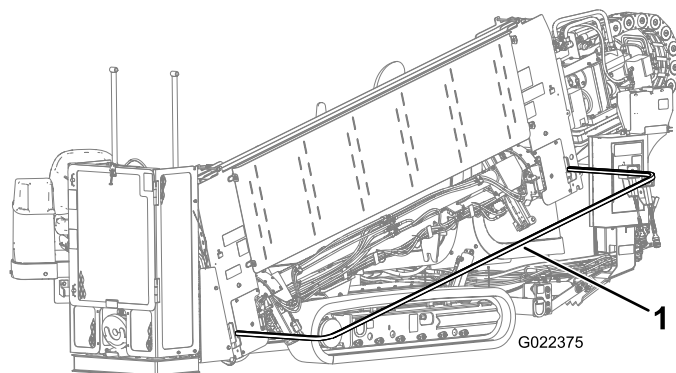

Figura 76
- Baje la barra de seguridad peatonal y sujétela (Figura 76).